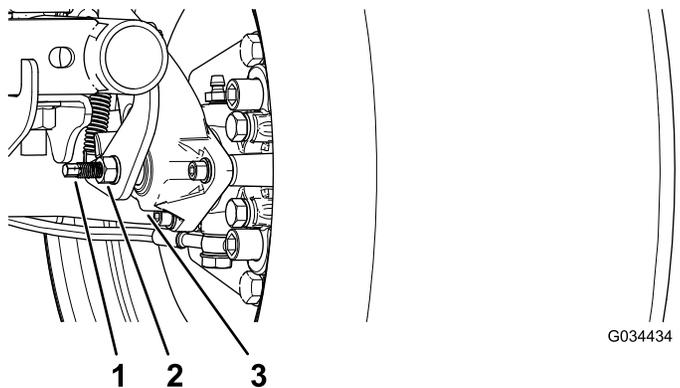

Рисунок 64
3. Используя два ключа, удерживайте регулировочный штырь на суппорте одним ключом и ослабьте контргайку на $\frac{1}{4}$ оборота другим ключом (Рисунок 64).
4. Удерживая регулировочный штырь и контргайку на месте, поверните регулировочный штырь для затягивания (Рисунок 64).
5. Удерживая регулировочный штырь и контргайку на месте, отверните штырь на $\frac{1}{4}$ оборота (Рисунок 64).
6. Удерживая регулировочный штырь и контргайку на месте, затяните контргайку (Рисунок 64).